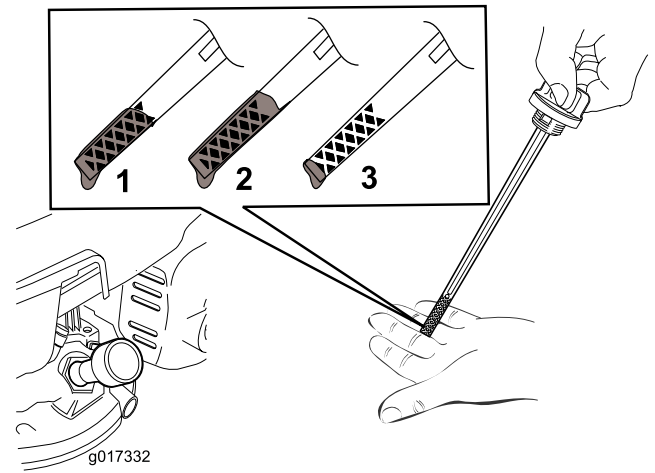

Figure 6
Remarque: Versez de l'huile dans le carter moteur jusqu'à ce que la jauge indique le niveau correct, comme montré à la Figure 6. Si vous remplissez excessivement le carter moteur, vidangez l'excédent d'huile comme expliqué à la section Vidange de l'huile moteur.
2. Retirez la jauge (Figure 6).